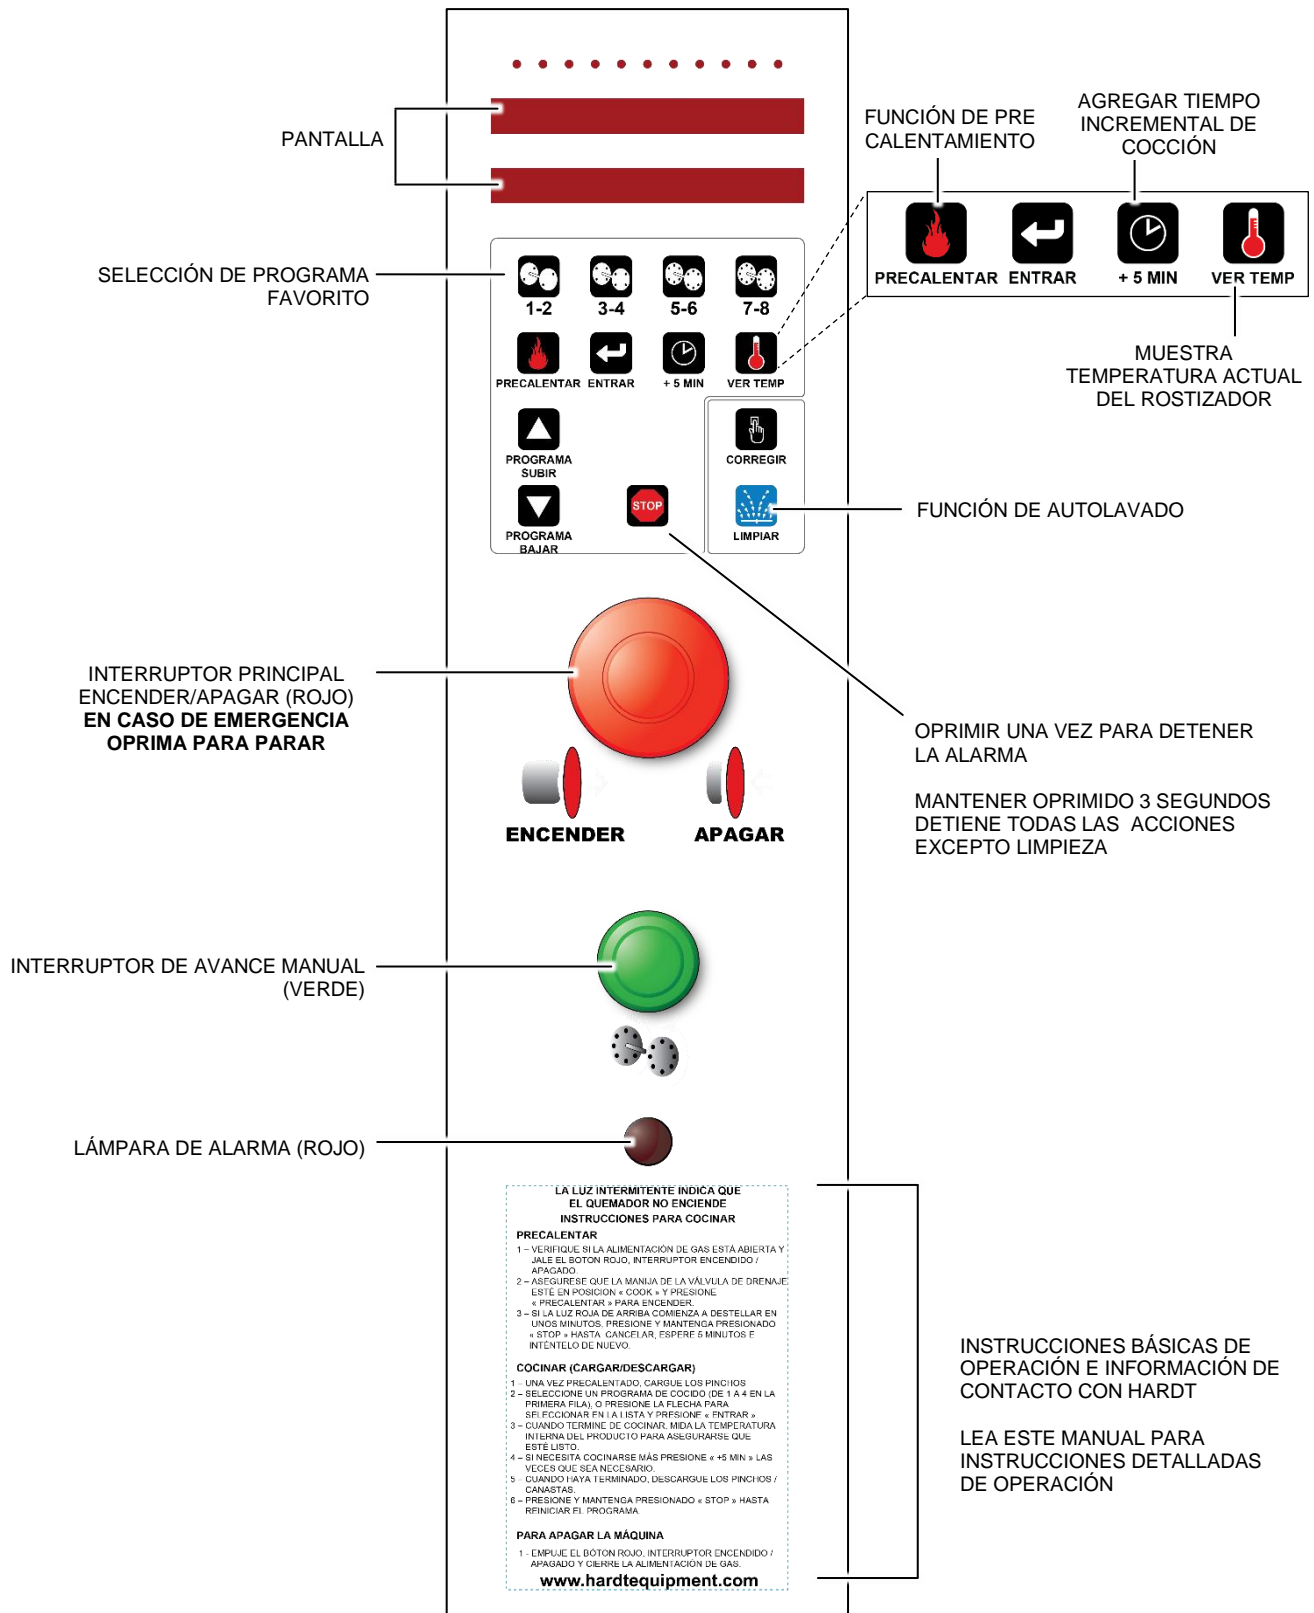

Figura 3-4
1. Con el horno conectado a la fuente de energía, encienda el 4500 jalando el interruptor principal rojo encendido/apagado (ENCENDER/APAGAR) mostrado en la Figura 3-4.
Abra la puerta para cerrar el quemador y detener el accionamiento de rotación. Use el interruptor verde de avance manual (como se indica en la Figura 3-4) para situar las boquillas como se requiera.
- En caso de un bloqueo de seguridad (el quemador de gas no enciende), la lámpara roja de alarma brillará intermitentemente (ver la Figura 3-4).